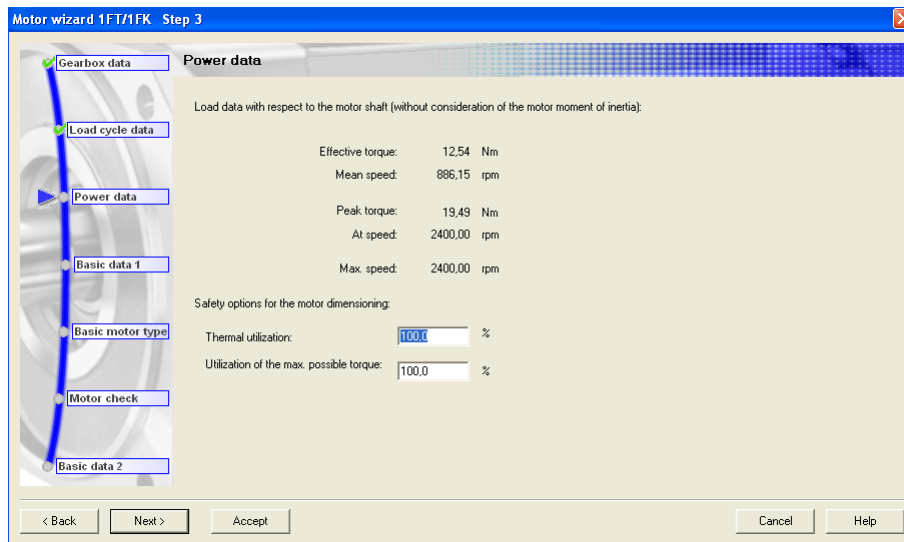

Figura 3.2.65 “Power data”
Paso 3 *Power data* (figura 3.2.65): en este paso se mostrarán los datos de potencia del motor, es decir, el par efectivo (*Effective torque*), la velocidad media (*Mean speed*), la velocidad máxima (*Max. Speed*) y el par máximo (*Peak torque*) y a la velocidad a la que se alcanzará. Además de poder configurar las opciones de seguridad para el dimensionamiento del motor, aprovechamiento térmico y utilización máxima del par, en ambos casos se debe indicar el tanto por ciento que se desee, en este caso, el 100%.